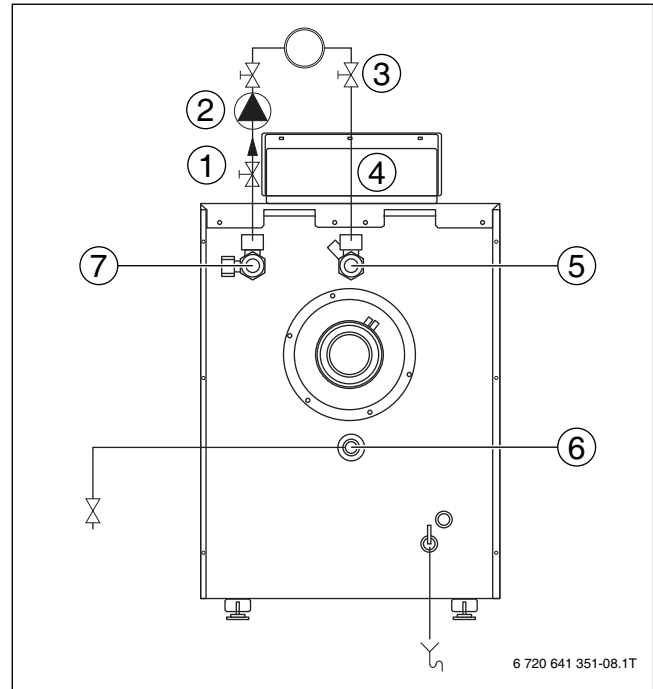

Bild 14 Anschlussschema Hydraulik
- Ausdehnungsgefäß (AG) zur Anlagendruckhaltung im Rücklauf vor der Pumpe bauseits installieren (→ Bild 14).